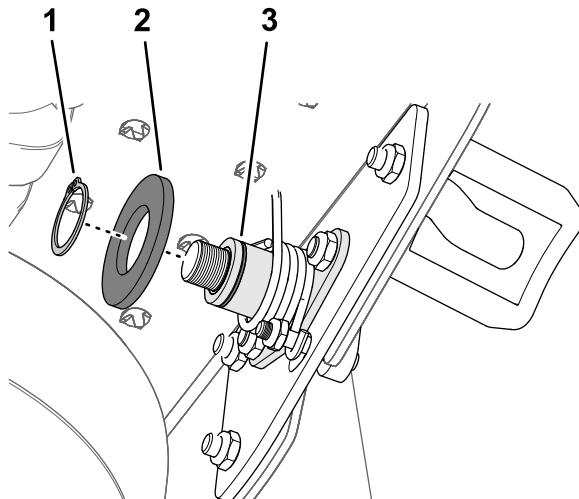

Bild 14
13. Befestigen Sie die Drehfeder mit einer Flachscheibe (1 1/8" x 2") und einem Haltering an der Büchsenplatte (Bild 14).